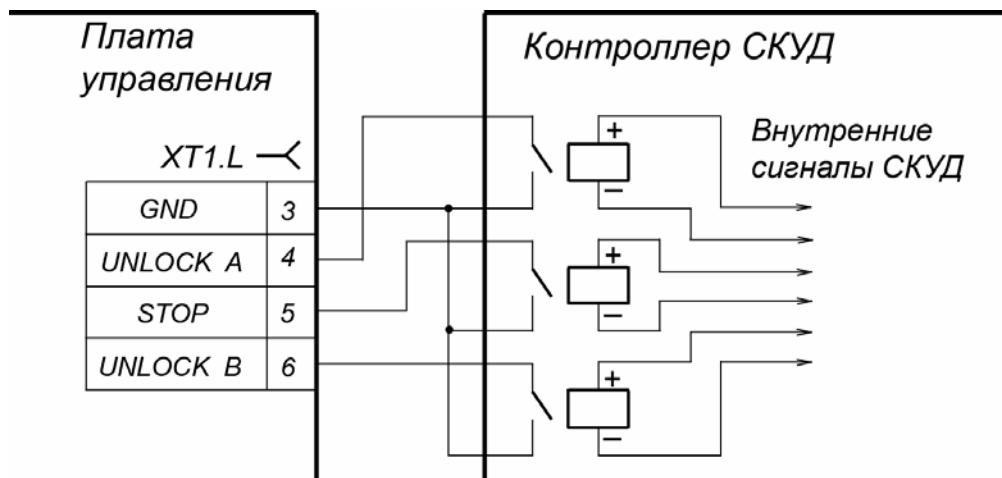
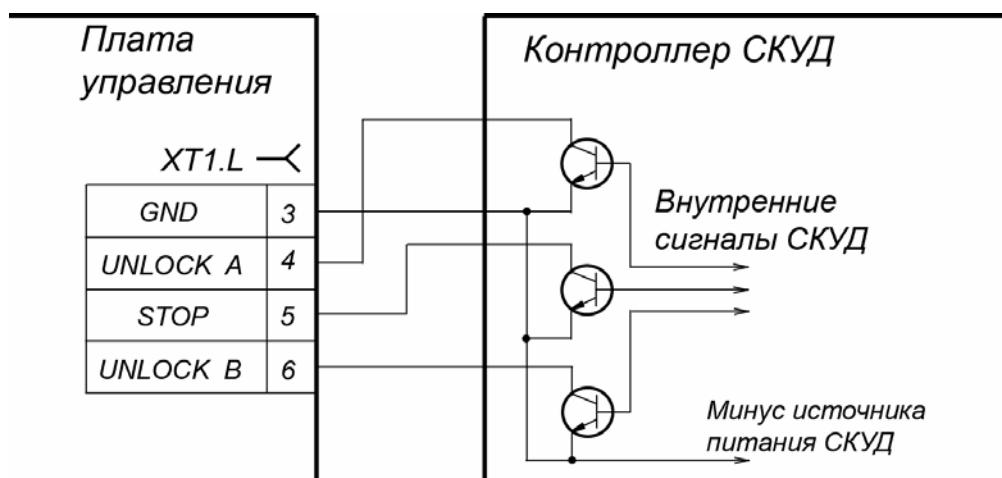

Рисунок 6 Управляющие элементы внешнего устройства:
Рисунок 7 Управляющие элементы внешнего устройства:
5.4.2 Управление турникетом осуществляется подачей на контакты клеммной колодки **XT1.L** *Unlock A*, *Stop* и *Unlock B* сигнала низкого уровня относительно контакта *GND*, при этом управляющим элементом могут быть нормально разомкнутый контакт реле или схема с открытым коллекторным выходом. Аварийная разблокировка турникета осуществляется снятием с контакта *Fire Alarm* сигнала низкого уровня относительно контакта *GND*, при этом управляющим элементом может быть нормально замкнутый контакт реле или схема с открытым коллекторным выходом (см. рис. 6 и рис. 7).